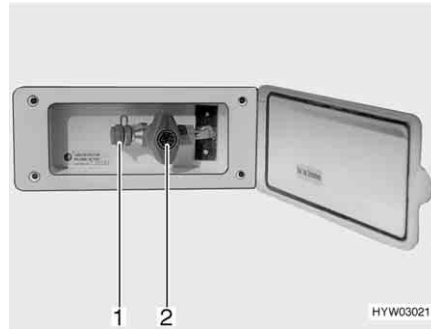

Fig. 113 Presa gas esterna, rubinetto di arresto del gas chiuso
La presa gas esterna (Fig. 113) si trova, a seconda del modello, nella parte posteriore o sul lato destro o sinistro del veicolo.
- Collegare l'apparecchio a gas esterno all'attacco (Fig. 113,1).
- Aprire il rubinetto di arresto del gas (Fig. 113,2).